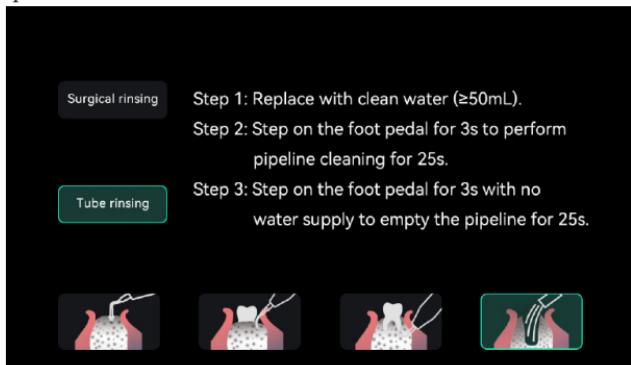
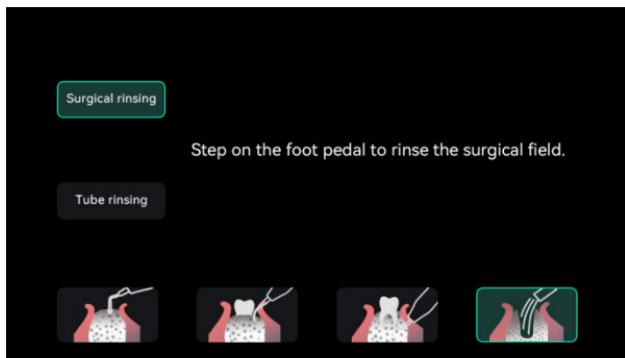

Fig.10
Fig.11
Como se muestra en las Fig.10 y Fig.11, cuando se selecciona el modo "Aclarado" en el marco verde, el aparato está en modo de aclarado. En este modo, el aparato sólo tiene la función de salida de agua y no se emite ninguna vibración ultrasónica. Se divide en modo "Aclarado de tubos" y modo "Aclarado quirúrgico". El modo "Enjuague del tubo" mostrado en la Fig.10, se utiliza para enjuagar la tubería con agua limpia después de la operación; el modo "Enjuague quirúrgico " mostrado en la Fig.11, permite ajustar la cantidad de salida de agua cada vez que se pisa el pedal.
7.1.2.4 Función de enjuague del tubo (Fig.10)
7.1.2.5 Función de enjuague quirúrgico (Fig.11)